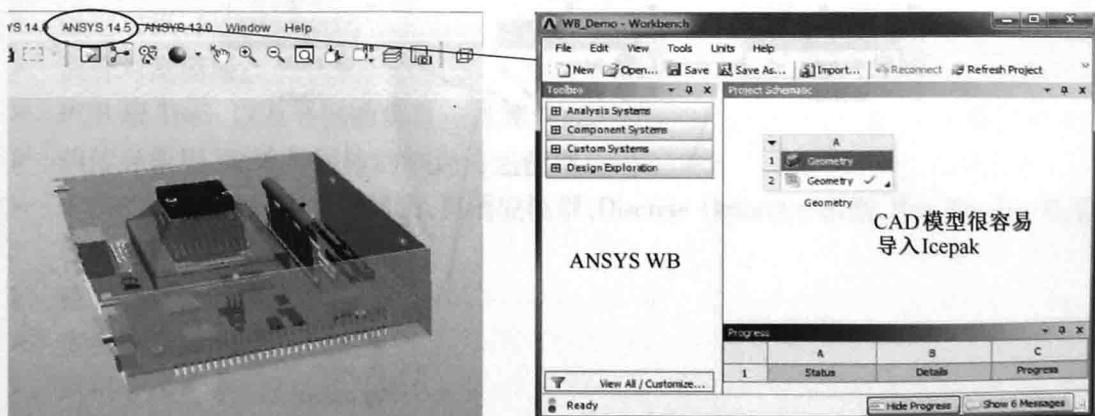

图 1-4 从 CAD 软件中启动 ANSYS Workbench
2. 从 CAD 软件系统中启动 ANSYS Workbench,如图 1-4 所示。